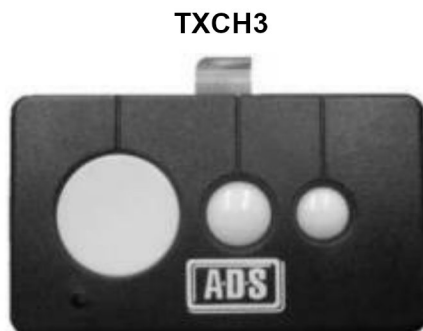

Fig.14
### 12.1 Transmisor de 3 Canales con Clip. Ver (Fig. 14).
- **La Función de un Solo Canal:** Puede Utilizar el Botón 1, Botón 2 o Botón 3. Ver (Fig. 14). Cada Botón puede Controlar un Operador Corredizo, Conclusión, este Transmisor puede Controlar hasta 3 Operadores Corredizos.
- ✓ **Modo un Canal:** Para Activar el Modo un Canal debe de Habilitarse el Dip-Switch 7 (ON). El pulsar el Botón hace que el Portón Corredizo Cierre, otro Pulso se Detenga, otro Pulso Abra, y así Continua el Ciclo.
- **Función Modo Peatonal:** Para Activar el Modo Peatonal deben de Habilitarse el Dip-Switch 2 y 7 (ON). Se Activará en el Botón 3 del Transmisor TXCH3. Ver (Fig. 14). Y en el Botón 4 del transmisor TXCH4. Ver (Fig. 15).